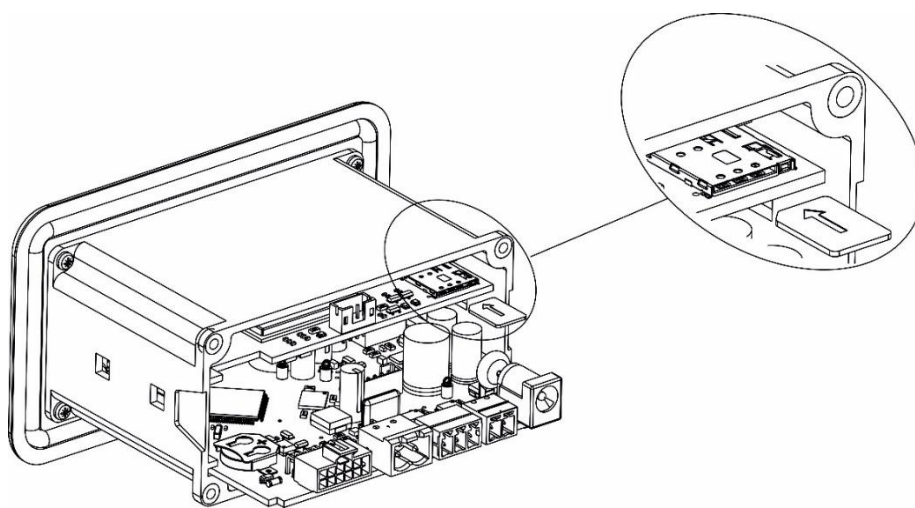

图 11 插入 Sim 卡
- ⑦ 打开外壳，轻轻将 SIM 卡推入指定插槽，如图 11 所示。确保 SIM 卡插入正确。